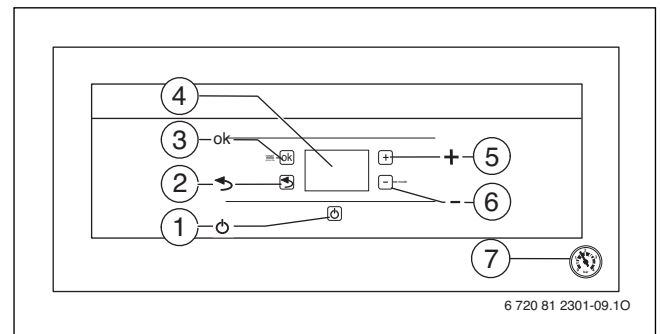

Fig. 35
- ▶ Accendere l'apparecchio con il tasto stand-by (→ fig. 35, [1]). Il display visualizza la temperatura di mandata dell'acqua di riscaldamento.